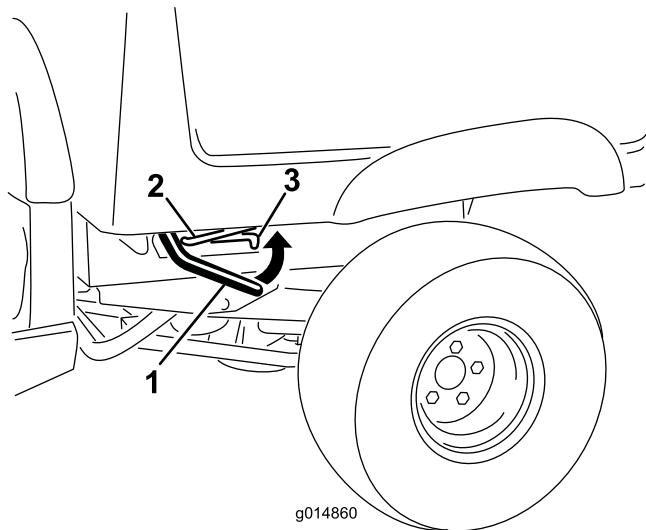

Figura 12
1. Com a alavanca de bloqueio em cada um dos lados, perto do canto dianteiro da caixa de carga, levante a caixa (Figura 12).
2. Fixe a caixa de carga puxando a barra de apoio para o bloqueio traseiro, na extremidade da ranhura que se encontra na estrutura esquerda da máquina (Figura 12).
1. Levante ligeiramente a caixa de carga levantando a alavanca de bloqueio (Figura 12).
2. Retire a barra de apoio da ranhura de bloqueio (Figura 12).
- Baixe a caixa até prender em segurança (Figura 12).